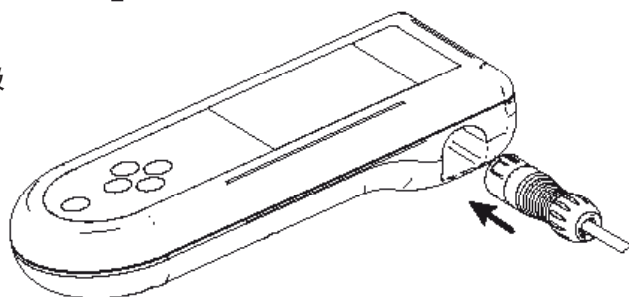

图3：将测量仪器与电极断开/连接
sensION™ +PH1 是一款便携式的 pH 测定仪。如需使用该仪器测定 pH 值，您需要连接一个 pH 电极。（图3，第7页）。
- 1、将电极连接到测量仪器上（见第7页的图3）。